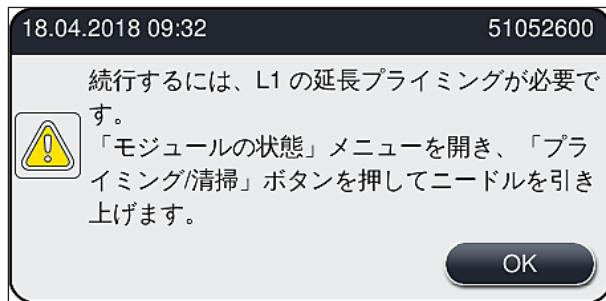

図 99
2. 続いて表示される情報メッセージ (→ 図 99) に目を通し、OK ボタンで確認します。